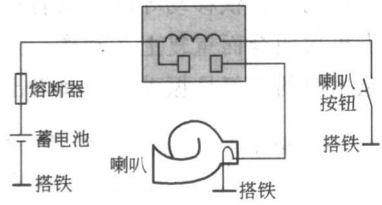

图 1-11 喇叭继电器的应用示意图
② 喇叭继电器。图 1-11 所示为继电器在喇叭电路中的应用。蓄电池电压加至继电器线圈的一端,另一端接喇叭按钮。喇叭按钮是常开式开关,其一端搭铁。因此,只要按下喇叭按钮便接通电路。电路接通,继电器线圈得电,线圈建立磁场,磁场将触点吸合,蓄电池电压便加至喇叭(喇叭的另一端是搭铁的)。控制电路只需 0.25A 电流流过,而喇叭发声需要 20~30A 以上的电流。对于此种用法,喇叭继电器变成了促使喇叭发声的大电流的控制器,